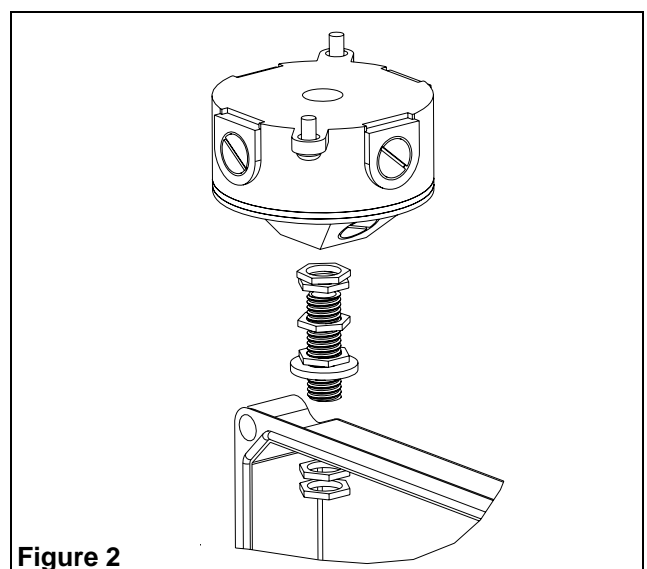

Figure 2
3. Installer le raccord fileté au pavillon en vissant les écrous comme indiqué au figure 2 (voir fig.2). Installer la rondelle d'étanchéité et le dernier écrou et serrer le tout.